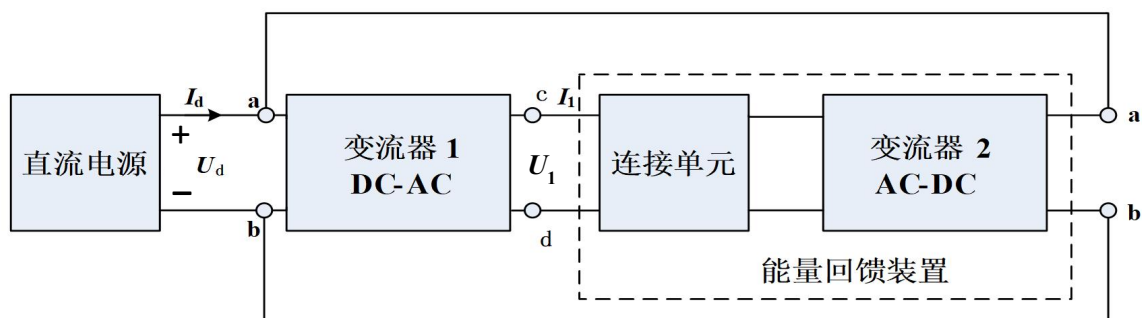

图 1 变流器负载试验中的能量回馈装置
设计并制作一个变流器及负载试验时的能量回馈装置，其结构如图 1 所示。
(1) 变流器 1 输出端 c、d 仅连接电阻性负载，变流器 1 能输出 50Hz、 $25V \pm 0.25V$ 、2A 的单相正弦交流电。 (20 分)
(2) 在要求 (1) 的条件下，变流器 1 输出交流电的频率范围可设定为 20Hz~100Hz，步进 1Hz。 (15 分)
(3) 变流器 1 与能量回馈装置按图 1 所示连接，系统能实现能量回馈，变流器 1 输出电流 $I_1 = 1A$ 。 (20 分)
(4) 变流器 1 与能量回馈装置按图 1 所示连接，变流器 1 输出电流 $I_1 = 2A$ ，要求直流电源输出功率 P_d 越小越好。 (35 分)
(5) 其他。 (10 分)
(6) 设计报告 (20 分)
(1) 图 1 所示的变流器 1 及能量回馈装置仅由直流电源供电，直流电源可采用实验室的直流稳压电源。
(2) 图 1 中的“连接单元”可根据变流器 2 的实际情况自行确定。
(3) 电路制作时应考虑测试方便，合理设置测试点。
(4) 能量回馈装置中不得另加耗能器件。
(5) 图 1 中，a、b 与 c、d 端应能够测试，a、c 端应能够测量电流；c、d 端应能够断开，另接其他阻性负载。